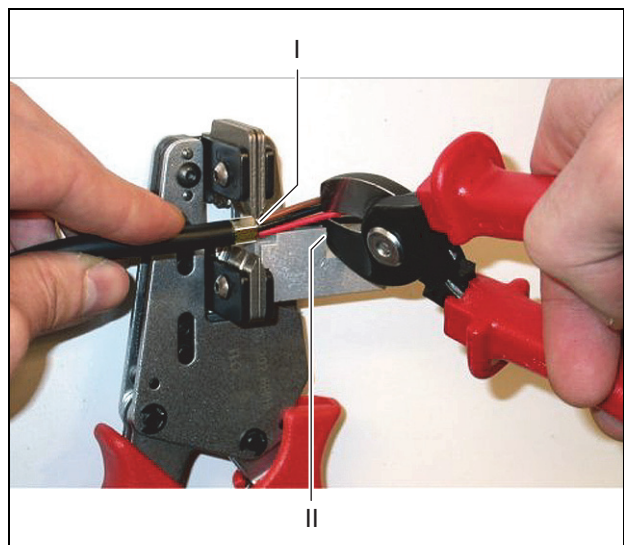

abbildung 30.10: Zuschneiden der Kupferdrähte
- Scheiden Sie die Kupferdrähte mit dem Cutter (Werkzeug 2) und dem Abisolierwerkzeug (Werkzeug 5) auf die richtige Länge. Dazu die Crimp-Buchse in Position I setzen und die Kupferdrähte in Position II schneiden (siehe abbildung 30.10).